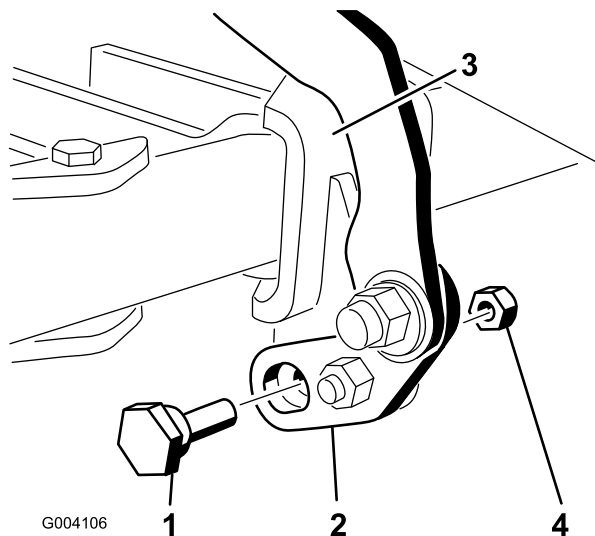
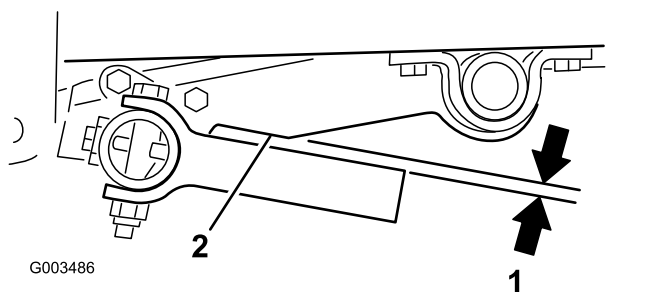

Figura 17
Figura 21
6. Montate il bullone eccentrico attraverso la parte inferiore dell'aletta di articolazione e della staffa orientabile, e fissatelo utilizzando un dado di bloccaggio ($\frac{5}{16}$ " come illustrato in Figura 17.
2. Ruotate il bullone eccentrico in un senso o nell'altro, fino a quando i denti sulla barra attrezzi non sono paralleli all'incavo del braccio di sollevamento (Figura 17 e Figura 21).